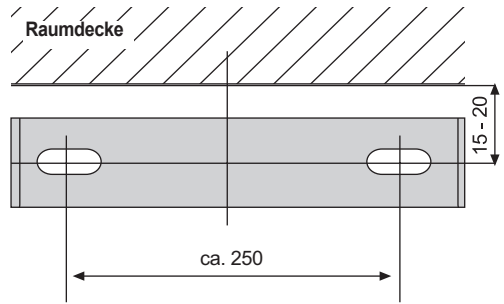

Abb. 15
Befestigen Sie das Montageblech (9) für den Teleskopschaft und das Montageblech für den Grundschaft (10) mit jeweils 2 Schrauben 4x45 mm (13) und 2 Dübeln 8 mm (12) an der Wand (Abb. 15).